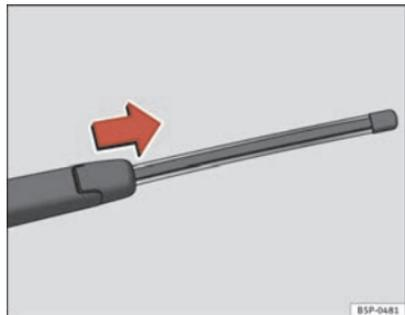

Fig. 150 Extraer la escobilla del limpiaviento
- Separe el brazo del limpiaviento de la luneta ⇒ fig. 150.
- Deslice el adaptador de la escobilla en la dirección de la flecha y retire la escobilla ⇒ fig. 150.